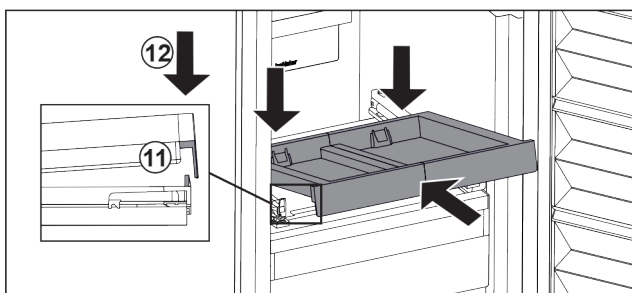

Fig. 33
- ▶ Vstavite jo v poševnem položaju. Pazite, da je nastavek na obeh straneh za jezičkom. Fig. 33 (11)
- ▶ Izvlečno polico odložite spredaj. Fig. 33 (12)